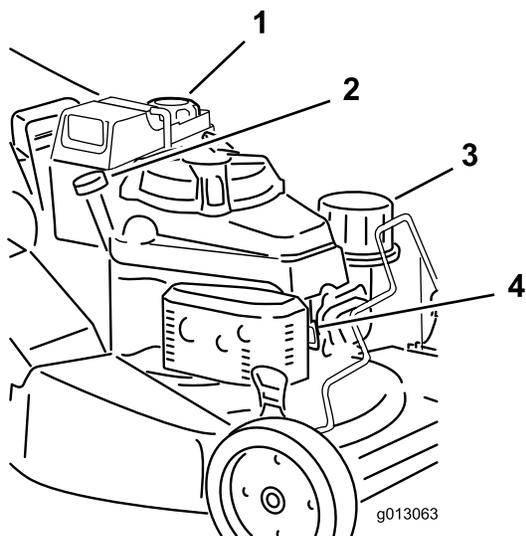

Figure 11
1. Nettoyez la surface autour du bouchon du réservoir de carburant (Figure 11).
- Branchez la bougie (Figure 11).